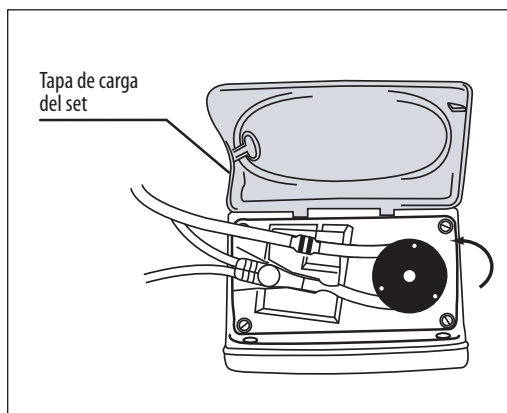

Figura 6B.
3. Sujete el extremo del retenedor MISTIC (anillo de retención negro) y enrolle el tubo en dirección opuesta a las manecillas del reloj alrededor del rotor. **Evite estirar demasiado el tubo de silicona. (Figura 6B).**
4. Tire cuidadosamente del retenedor MISTIC hacia la izquierda y arriba, para colocarlo sobre la ranura de la izquierda y luego coloque el retenedor en la ranura. Presione el retenedor y suéltelo para comprobar que está conectado correctamente. (Figura 6B)